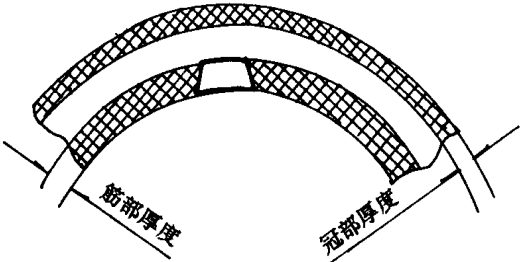

图 2 气囊截面图
(1) 挑选因嘴眼变大、裂口、脱开而丧失气密性的废弃气囊。
(2) 用蘸有溶剂汽油的刷子把胶嘴部位刷干净,以除去油污、水油渍和灰尘等污物。
(3) 用尖头小刀把胶嘴部位挖成一个圆锥台形状的孔眼,孔眼里小外大(具体形状如图 2 所示)。锥台的确切尺寸依气囊规格和胶嘴部位损坏情形而定,也不一定要把旧胶嘴全部挖